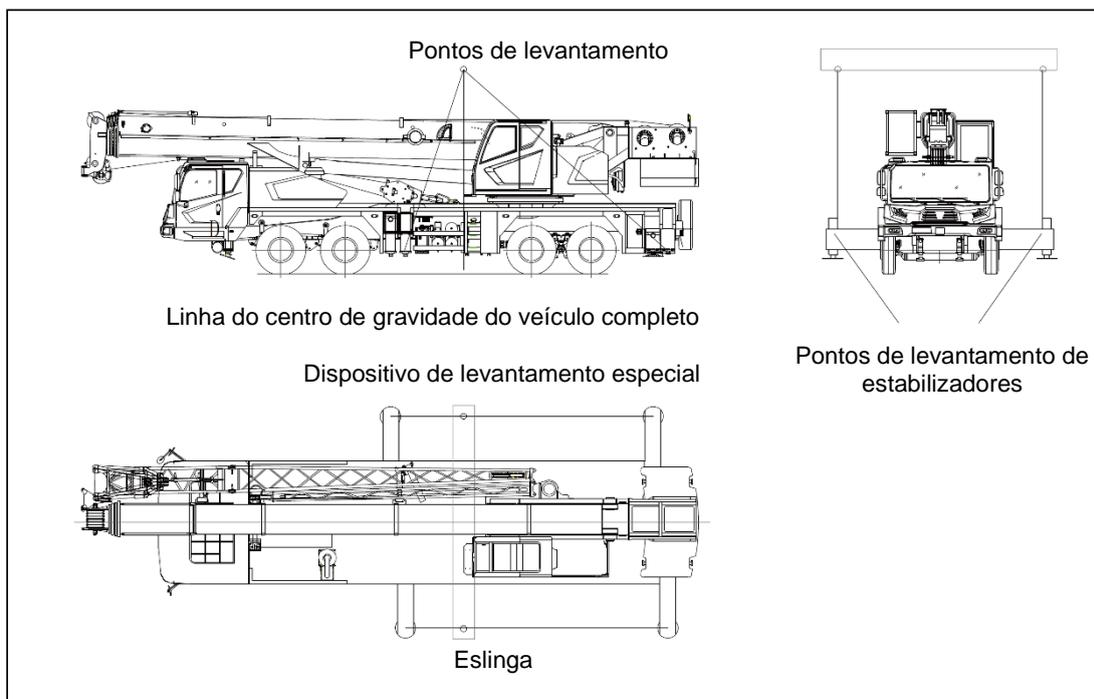

Figura 7-1 Pontos de levantamento
- O gancho está acima do centro de gravidade do veículo completo. Consulte a figura 7-1.